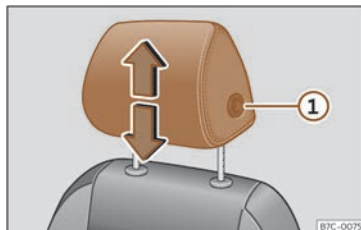
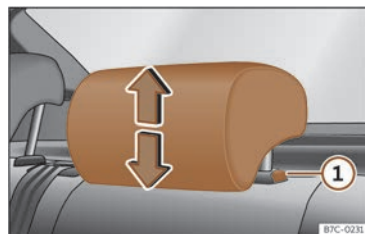

Fig. 70 Asento dianteiro: regulación do repousacabezas.
Fig. 71 Repousacabezas traseiro: axuste do repousacabezas.
- Agarre o repousacabezas coas dúas mans polos lados e puxe cara arriba ata que encaixe na posición desexada. Para baixalo, faga a mesma acción, premendo o botón lateral ① >>> fig. 70 , >>> fig. 71.